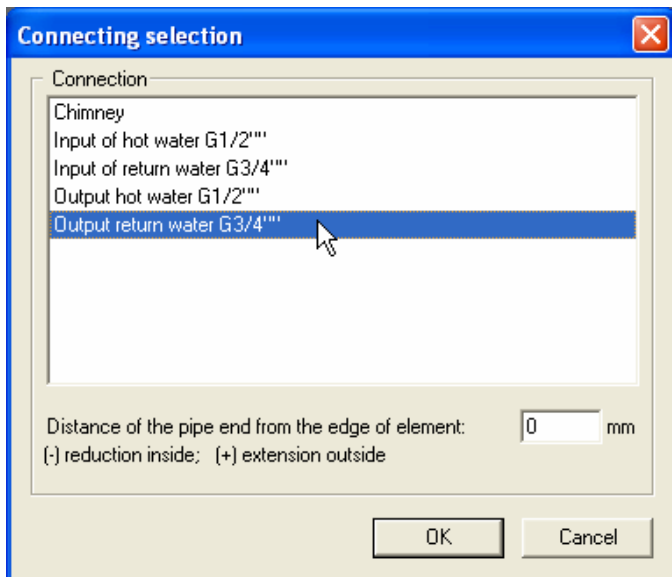

Рис. 3.2-27 Выбор присоединения
3. После этого можно приступать к рисованию трубопроводов. Переместитесь курсором в проекте к котлу и щелкните в нем на трубопровод (или же любую грань котла), появится контрольное диалоговое окно, где или подтвердите, или смените свой выбор. (Рис. 3.2-27) Для окончания задания нажмите кнопку ОК.